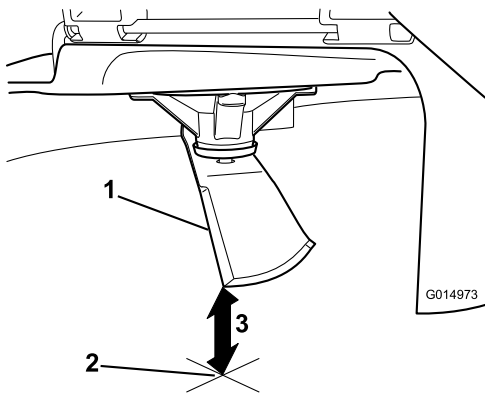

Figure 49
5. Mesurez la distance entre la pointe de la lame et la surface plane (Figure 49).